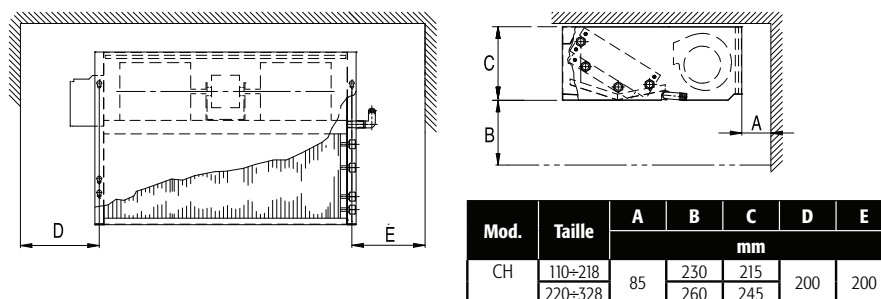

Fig. 2 Espaces techniques inspection pour modèle CH (vue de dessus et de côté)
- une distance minimum entre le plafond de la structure et le faux plafond de 445 mm et entre les côtés du ventilo-convecteur et corps adjacentes de 200 mm au moins (v. Fig. 2 pour les modèles à encastrer);
Pour faciliter l'installation et l'entretien, il est conseillé d'installer des vannes d'interception en entrée et en sortie et un filtre à Y entre la vanne d'entrée et l'échangeur comme indiqué dans la Fig. 2 de l'Annexe 4 du manuel.